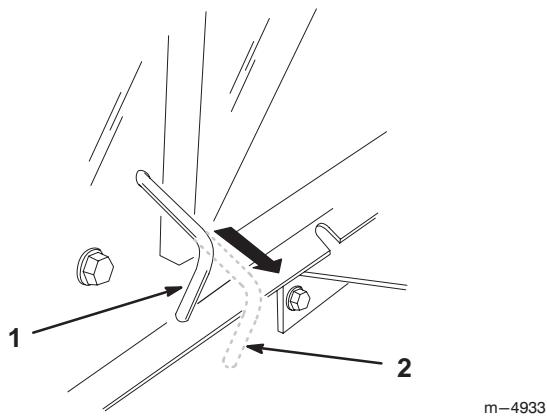

Figure 14
3. Tirez sur la commande d'engagement de la transmission située à l'arrière de la machine pour désélectionner la position de poussée, puis desserrez le frein de stationnement. Cela a pour effet de débrayer la transmission et de permettre aux roues de tourner librement (Fig. 14).
1. Serrez le frein de stationnement et poussez la commande d'engagement de la transmission en position de fonctionnement. Cela a pour effet d'embrayer la transmission (Fig. 14).